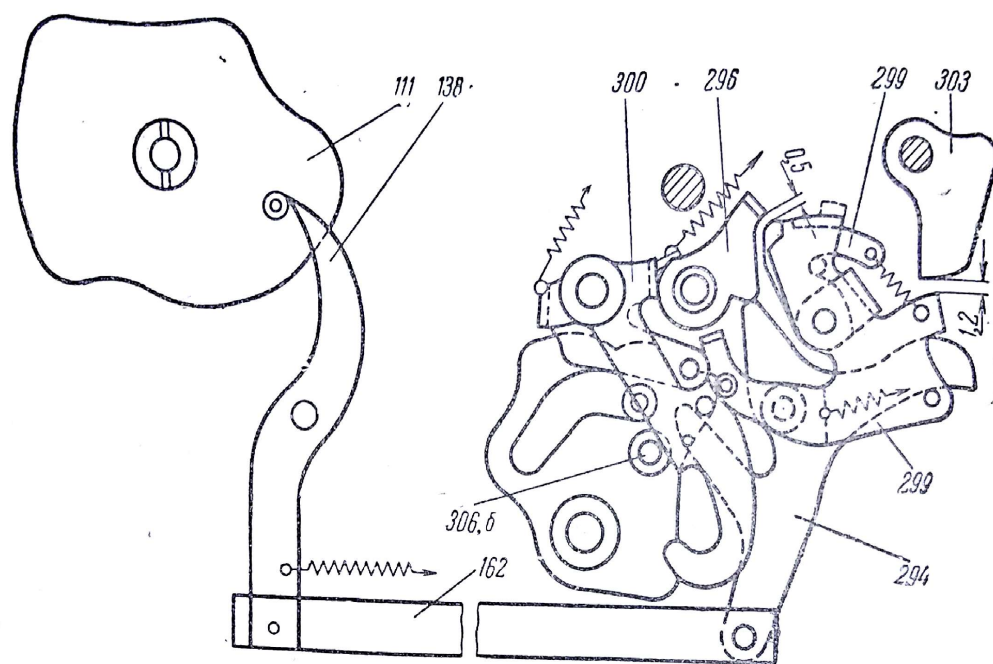
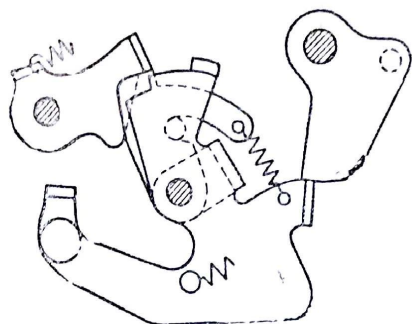

Рис. 19. Работа четырехплечего рычага.
Рис. 21. Положение регулятора после поворота четырехплечих рычагов.
**Работа механизма включения счетчика на плюс или минус (рис. 19—26).** Для того чтобы обеспечить включение счетчика на плюс или минус, необходимо от клавиши или от настройки повернуть ось включения счетчика 468 (см. рис. 55) во второе положение. При этом четвертый кронштейн, укрепленный на левом конце этой оси, отходит от отгиба регулятора 299 (рис. 19) и поворачивает собачку освобождения 303 также во второе положение. Собачка отводит вперед толкатель 302 и становится на пути отгиба регулятора.
Четырехплечий рычаг, поворачиваясь, выполняет следующее: передним плечом освобождает регулятор 298, который под действием пружины поворачивается (против часовой стрелки) до упора отгибом в собачку освобождения (рис. 21); верхним плечом освобождает запорную собачку 296 (см. рис. 19), которая поворачивается также под действием пружины до упора своим отгибом в собачку 299 регулятора;
При втором движении (поворот кулачкового вала на  $95^{\circ}$ — $150^{\circ}$ ) рычаг управления поворачивается против часовой стрелки и своим квадратным штифтом перемещает толкатель 302 вперед. Толкатель поворачивает собачку освобождения 303 (см. рис. 19), которая освобождает регулятор 298. Регулятор под действием пружины резко поворачивается и роликом перемещает якорь. Якорь поворачивается до упора верхней гра-
Одновременно ролик одиннадцатого кулачка кулачкового вала поворачивает двухплечий рычаг 138 (см. рис. 19) в исходное положение, натягивая его пружину. Этот рычаг через тяги поворачивает четырехплечие ры-